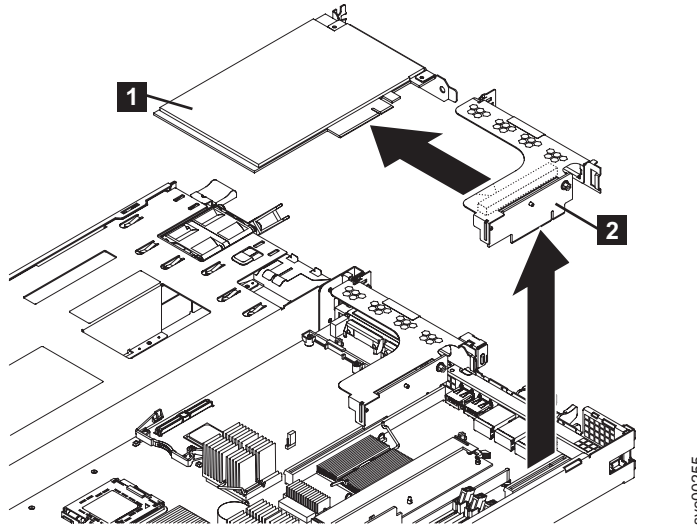

図 139. SAN ボリューム・コントローラー 2145-8G4 からのライザー・カード・アセンブリーの取り外し
6. ライザー・カード・アセンブリー (図 139 の **2**) を後部エッジでつかみ、このライザー・カード・アセンブリーを持ち上げて取り外します。